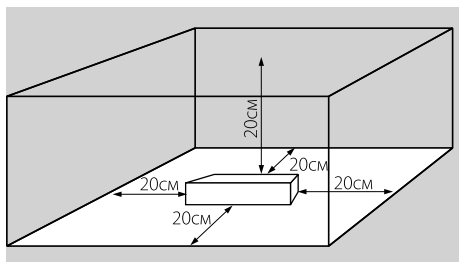

Рис. 1.
- 4.2. Для нормальной вентиляции обеспечьте свободное пространство вокруг источника питания не менее 20 см, как изображено на Рис. 1. При невозможности обеспечить свободное пространство используйте принудительную вентиляцию.